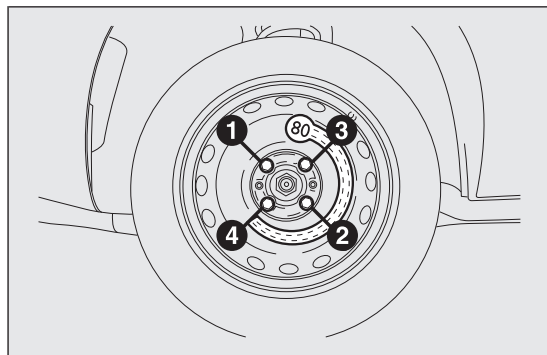

fig. 129
- ☐ en se servant de la clé fournie, visser à fond les boulons, en passant alternativement d'un boulon à celui diamétralement opposé, en suivant l'ordre numérique illustré en fig. 129.
- ☐ en se servant de la clé fournie, serrer à fond les boulons selon l'ordre représenté ci-dessus pour la roue compacte de secours (voir fig. 129) ;